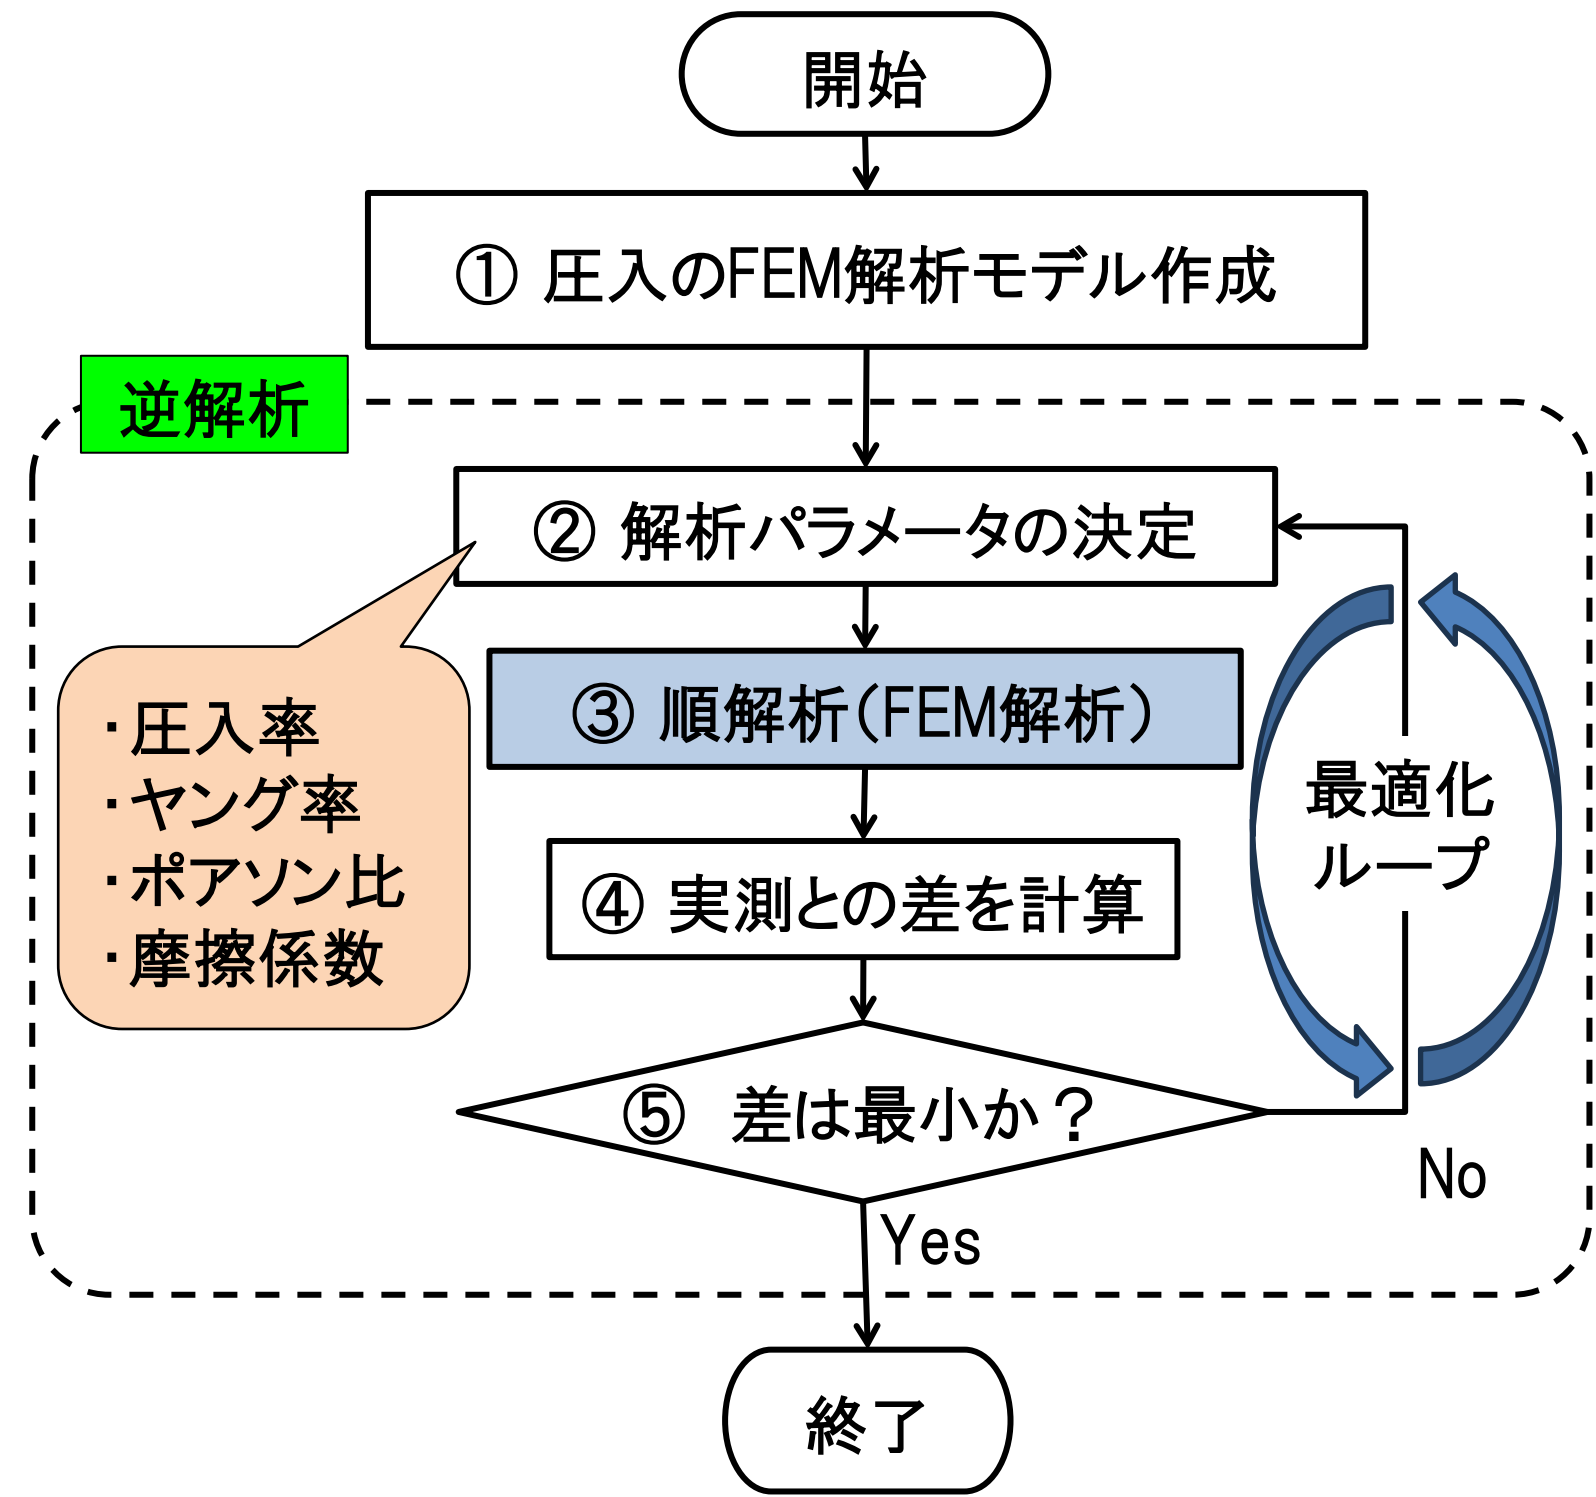

図2 逆解析プロセス
- ◆予圧状態を高精度に可視化する技術として逆解析を利用しました。逆解析とは、既知の結果から原因（未知の解析パラメータ）を推定するものです。（図2）